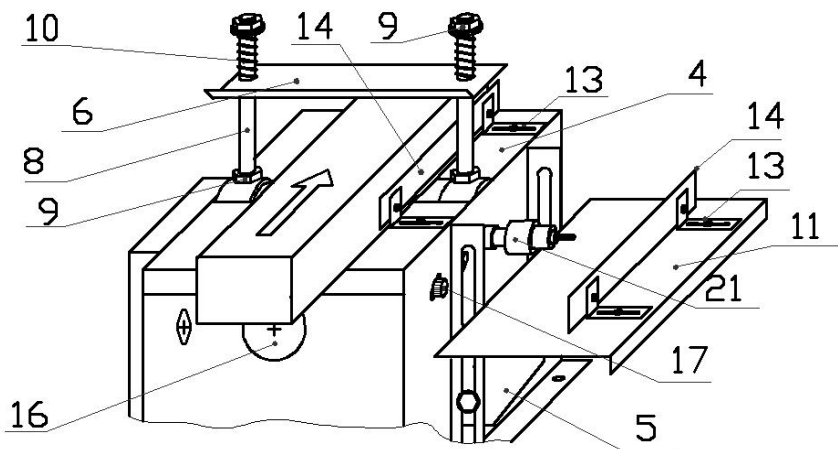
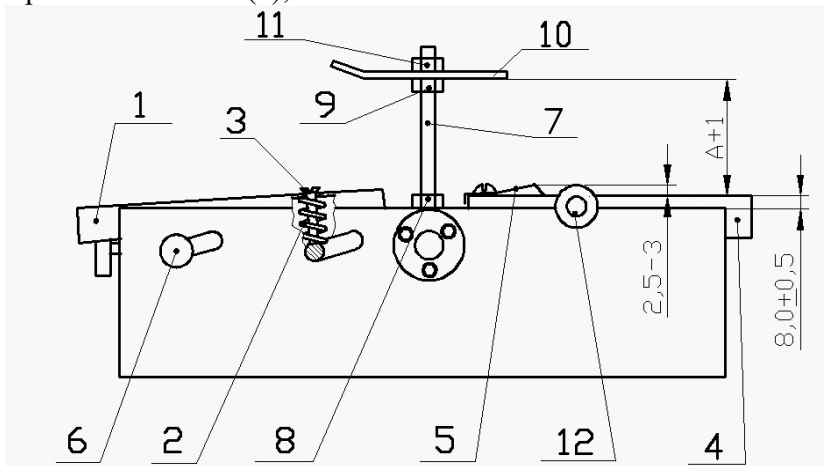
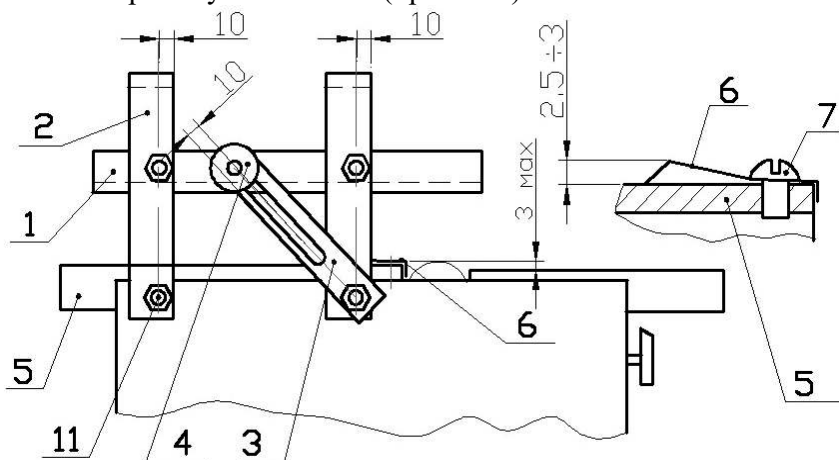

Рис. 6
Рис. 3
Рис. 4
4.3. Рейсмусное и концевое фрезерование, сверление. (Рис.6)
- Навернуть на конец вала сверлильный патрон (21);
- Установить на боковые уголки под валом кронштейны пильного стола (5), пильный стол (11), регулировочные уголки (13) и линейку (14). Отрегулировать необходимый размер обработки;
- Подавать материал при концевом фрезеровании и сверлении на конец сверла, при рейсмусном фрезеровании – между столом и фрезой вдоль направляющей линейки (14) не перегружая инструмент во избежание изгиба вала. **Внимание:** Вылет тела фрезы из патрона не должен превышать 30мм! Глубина резания – не более 15мм.
4.4. Пиление продольное, поперечное, под углом. (Рис.3, 7, 8, 9)
- Закрутить вниз винты (3) и подать штурвалом передний стол (1) в крайне верхнее положение, установив его выше заднего стола (4) на 2-3 мм (Рис.3);
В случае острой необходимости проведения обычного строгания на моделях Р и Р2 необходимо (см. Рис.3):
- Для моделей Р - снять пружинную пластину (5);
- Для моделей Р2 - снять подающий вал (12) с заднего стола (4) (если он установлен), для чего:
- разкрепить 4 болта крепления заднего стола к стенкам корпуса и снять задний стол (4);
- вынуть из стенок корпуса подающий вал (12) вместе с опорами;
- установить передний стол (1) штурвалом в крайне нижнее положение и зажать регулировочные винты (3);
- установить задний стол (4) на место параллельно стенкам корпуса в соответствии с размерами на Рис.3. При этом передний стол (1) должен иметь небольшой подъем ($1 \div 1,5$ мм) по отношению к заднему столу;
- Установить на задний стол (поз.4 на Рис.6) регулировочные уголки (13) и направляющую линейку (14) (при строгании под углом – дополнительно установить угловую линейку);
- Ввернуть шпильки (8) в опоры вала, и, не доводя до подшипников, законтрить их гайками (9), навернуть на шпильки гайки, одеть прижим (6), шайбы, пружины (10). Отрегулировать прижим (6) на требуемую высоту (на 5-10 мм меньше толщины материала) и поджать пружины гайками (9);
- Регулировку глубины строгания производить вращением штурвала (16), после чего фиксировать положение стола контрольным винтом (17) с правой стороны станка.
- Производить обработку, подавая материал вдоль направляющей линейки (14) «по волокну» материала, исключая подрыв материала;
При дальнейшем рейсмусовании – установить на место подающий вал или пружинную пластину и отрегулировать стол по Рис.3.
Операции, выполняемые на станке, показаны на Рис.3÷12. Стрелками указано направление движения режущего инструмента и подача.
4.1. Рейсмусование. (Рис. 3). (для всех модификаций Р)
- Проверить выставление ножей на 1,0 мм выше кромки заднего стола (4) и проворачиваемость строгального вала;
- Зажать (закрутить вниз) регулировочные винты (3);
- Установить передний стол (1) на 2 мм ниже заднего стола (4) штурвалом подачи переднего стола, после чего фиксировать положение стола контрольным винтом (6) с правой стороны станка;
- Отпустить винты (3) на 5 мм вверх и проверить подвижность переднего стола вверх и вниз под действием пружин (2) нажатием руки; в случае необходимости подрегулировать размер винтами (3);
- Ввернуть в опоры вала шпильки (7) и, не доводя до подшипников, законтрить их гайками (8);
- Навернуть на шпильки (7) опорные гайки (9), надеть на шпильки прижим (10) и закрепить его шайбами и гайками (11), выдерживая размер обработки $A+1$, где A – необходимый размер обработки; **Пружины на шпильки не устанавливать!**
- В случае применения устройства быстрой регулировки размера рейсмусования (УБР) (для модификаций К), установите его в соответствии с Инструкцией по сборке УБР и Рис.4.
- Положите на передний стол обрабатываемый материал и прижмите его рейсмусным столом (1) УБР, после чего затяните гайки (4) крепления рейсмусного стола;
- При необходимости подрегулируйте размер рейсмусования, перемещая рейсмусный стол УБР (поз.1 на Рис.4) или прижим (поз.10 на Рис.3) вниз или вверх.
В модификации P2: Пружинная пластина (5 на Рис.3; 6 на Рис.4) не устанавливается. В случае проскальзывания доски по обрешиненному валу (12 на Рис.3) следует опустить ножи ниже от плоскости заднего стола (4 на Рис.3), а, при тугом вращении вала, соответственно, поднять ножи выше.